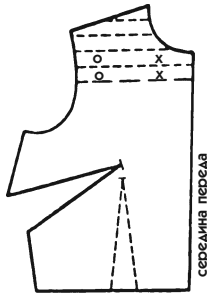

Рис. 598
1. Поскольку используется лишь одна вытачка груди, ее надо увеличить (рис. 598).